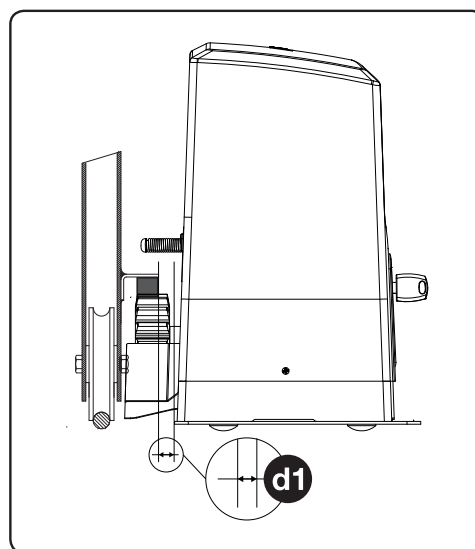

Fig. 4
N.B. E' necessario conoscere le dimensioni della cremagliera per poter calcolare con precisione il posizionamento della contro piastra (Fig. 4).